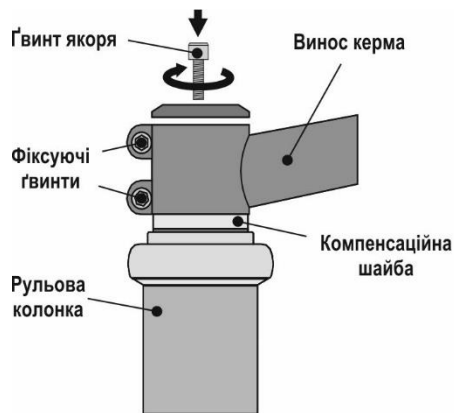

Рисунок 5. Безрізбова рульова колонка
- Переконайтеся, що всі елементи кермової колонки складані правильно (див. рис. 5).